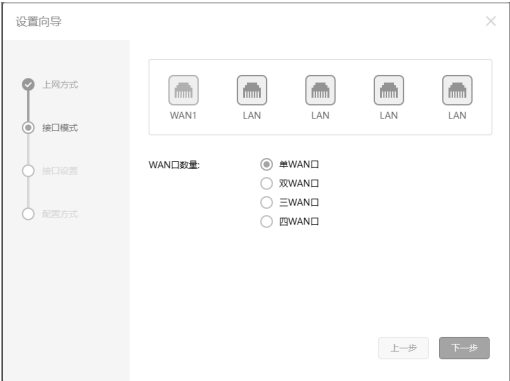

图4-3 接口模式设置
5. 进入接口模式设置，如图4-3所示，根据实际需求进行选择WAN口数量，单击“下一步”。